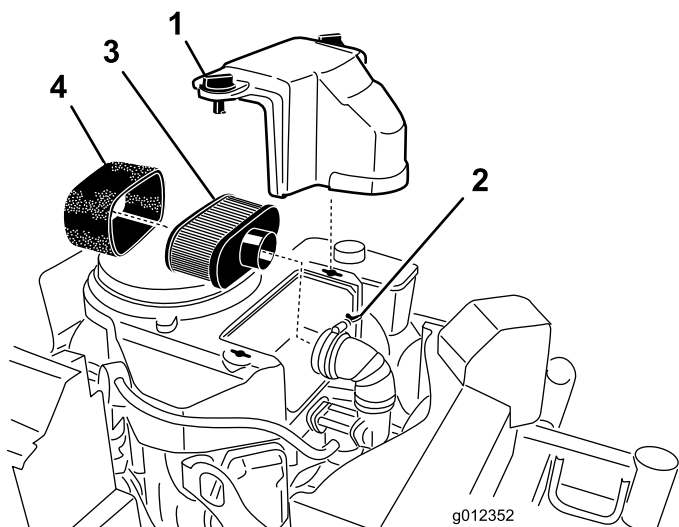

Figura 41
3. Limpie alrededor del limpiador de aire de forma que la suciedad no penetre en el motor y cause daños (Figura 41).
4. Desenrosque los pomos de la cubierta y retire la cubierta del limpiador de aire (Figura 41).
5. Desenrosque la abrazadera y retire el conjunto del limpiador de aire (Figura 41).
6. Retire cuidadosamente el filtro de gomaespuma del filtro de papel (Figura 41).
1. No limpie el filtro de papel, cámbielo (Figura 41).
1. Deslice cuidadosamente el filtro de gomaespuma sobre el filtro de papel (Figura 41).
2. Coloque el conjunto del limpiador de aire sobre su base o manguera y sujételo con la abrazadera (Figura 41).
3. Coloque en su posición la cubierta del limpiador de aire y apriete el pomo de la cubierta (Figura 41).